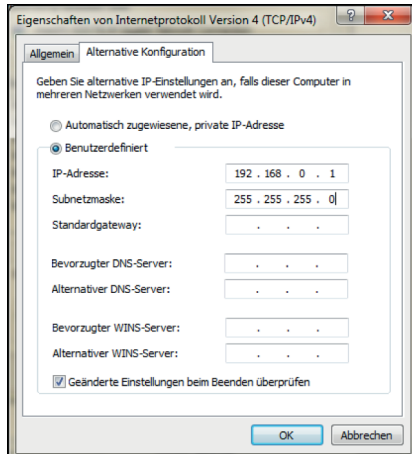

Abb. 16 Eigenschaften von Internetprotokoll Version 4 (TCP/IPv4) - Benutzerdefinierte IP-Adresse
- ➡ 6. Geben Sie nun eine benutzerdefinierte IP-Adresse für Ihren PC ein. Beachten Sie dabei, dass der Netzwerkteil der Adresse identisch mit dem Netzwerkteil der IP-Adresse des thermoIMAGER TIM NetPCQ sein muss, also 192.168.0. Für den Geräteteil müssen Sie jedoch eine von dem thermoIMAGER TIM NetPCQ (IP-Adresse 192.168.0.100) verschiedene IP-Adresse verwenden; also z.B. die IP-Adresse 192.168.0.1, siehe Abb. 16.